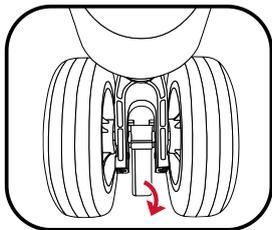

Figure 2
2. Abaissez le levier de déverrouillage (figure. 2)